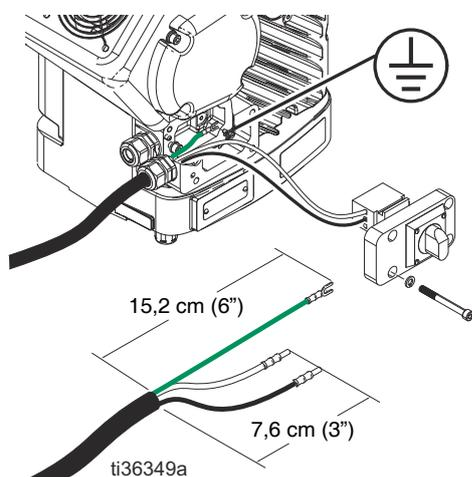

FIG. 1: Cavo di alimentazione
- Aggiungere dei capicorda se necessario. Vedere: FIG. 1.